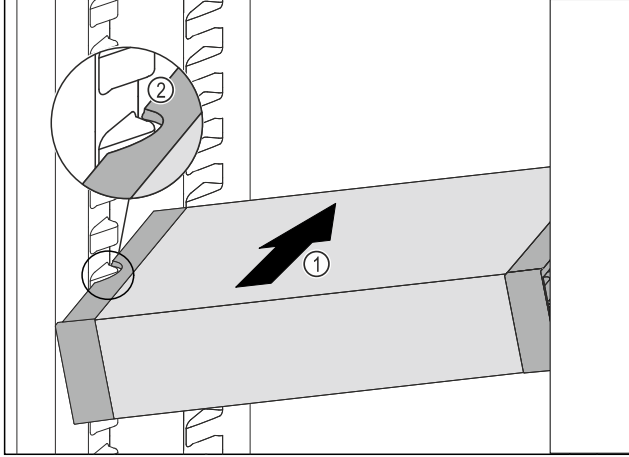

Fig. 142
- Insérer le VarioSafe en biais dans la partie réfrigérateur Fig. 142 (1) jusqu'à ce que les encoches latérales Fig. 142 (2) du VarioSafe se trouvent à la hauteur de la nervure du bac dans la partie réfrigérateur.